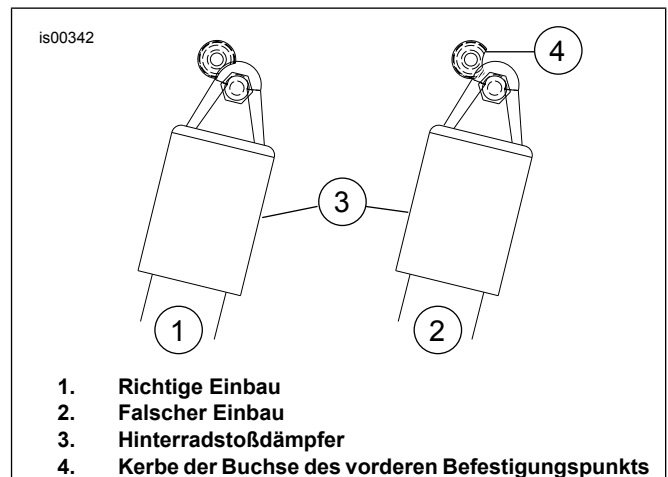

Abbildung 6. Position der Befestigungspunktkerbe
- d. Die Schraube durch das kleinere Loch in der Halterung (K) und die Schutzblechstützenabdeckung einführen.
- f. Siehe Abbildung 6. Kerbe der Buchse (4) in die „korrekte“ Position (1) drehen.